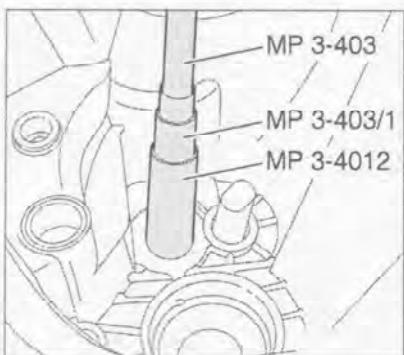

Рис. 7.79. Установка роликового подшипника.
5. Запрессуйте роликовый подшипник с помощью специального инструмента (рис. 7.79).